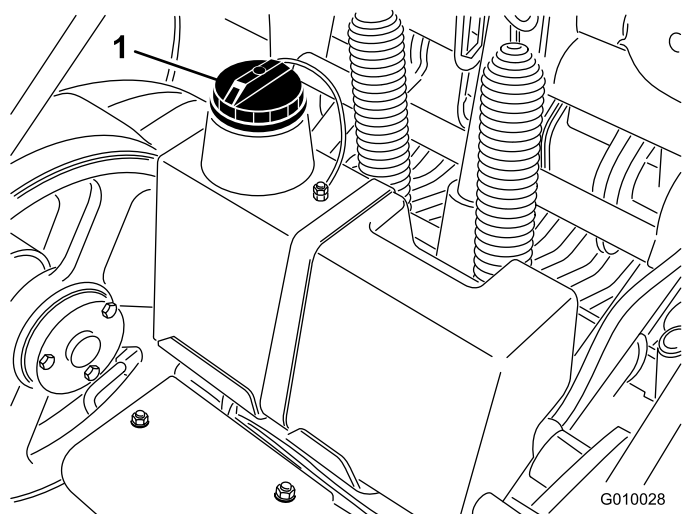

**Figura 61**
2. Sbloccate e togliete il copricinghia (Figura 61).